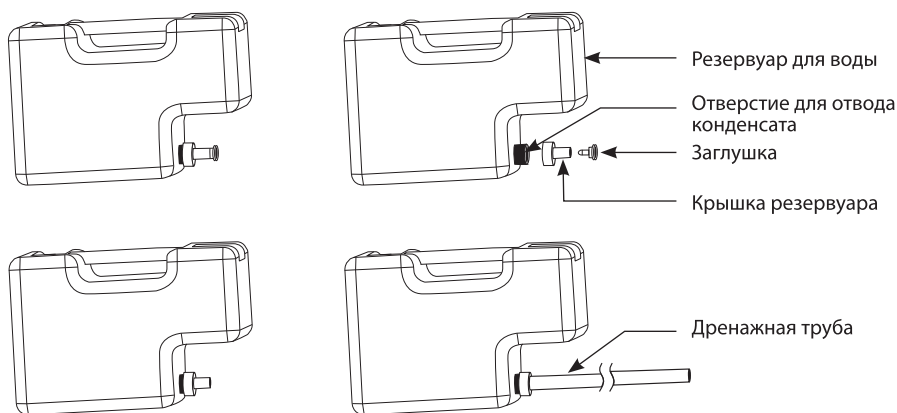

Рис. 5
- **Использование дренажной трубки.** Как показано на рис. 5, необходимо вынуть резервуар для воды, из крышки резервуара вынуть заглушку, завинтить крышку и установить дренажную трубу.